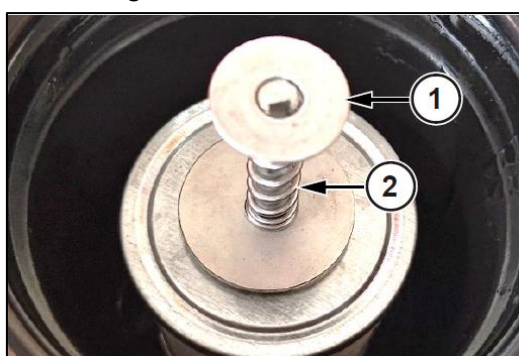

Fig. 312 : Retirer la rondelle et le ressort
7. Retirer la rondelle (1) et le ressort (2) sur la figure 312.